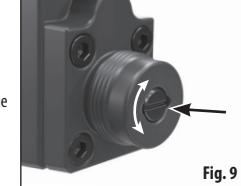

Fig. 9
- Brug en lille, flad skruetrækker til at dreje skruen med uret for at mindske det regulerede tryk eller mod uret for at øge det regulerede tryk (Fig. 9).